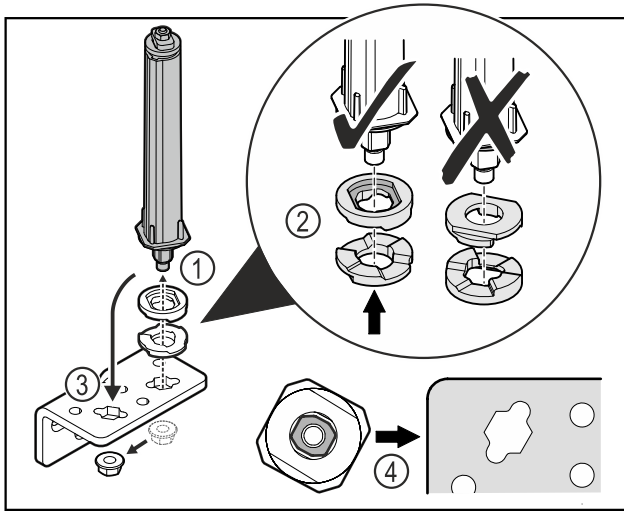

Fig. 40
- ▶ Avaa mutteri ja poista oven sulkuyksikkö Fig. 40 (1).
- ▶ Huomioi korkeudensäätölaattojen oikea kohdistus Fig. 40 (2).
- ▶ Aseta oven sulkuyksikkö saranakulmassa toiseen paikkaan ja kiinnitä mutterilla Fig. 40 (3).
- ▶ Huomioi oven sulkuyksikön oikea kohdistus paikalleen asettamisen yhteydessä Fig. 40 (4).